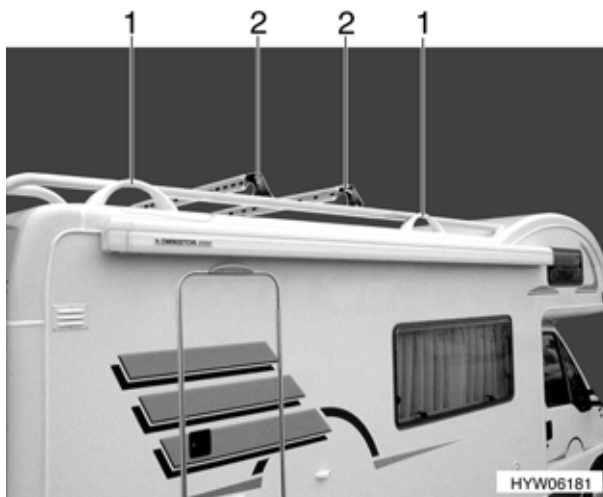

Fig. 1 Portapacchi
- ▶ Fissare il portapacchi (Fig. 1,2) soltanto tra i supporti del portapacchi (Fig. 1,1).